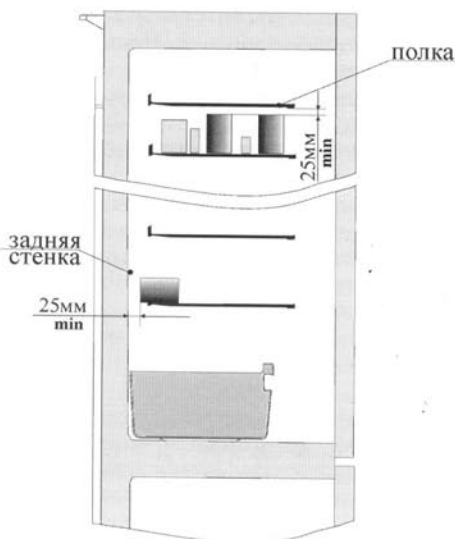

Рис. 5
**Для нормального функционирования холодильника обеспечьте свободную циркуляцию воздуха внутри холодильной камеры, укладывая продукты и напитки так, чтобы по всей высоте холодильной камеры оставался зазор не менее 25 мм между продуктами на полках и задней стенкой шкафа, а также между продуктами и выше расположенными полками (см. рис.5).**